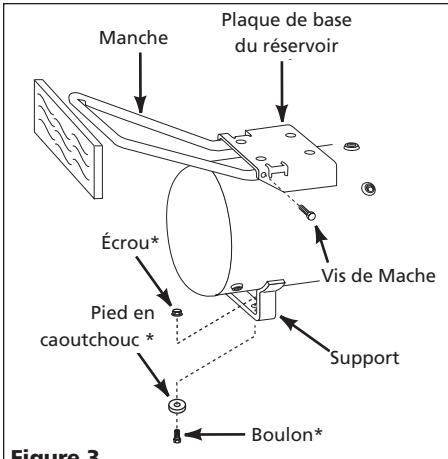

Figure 3
- Introduire le manche dans les deux bords de la plaque de base du réservoir. Serrer le manche afin qu'il s'ajuste dans les ouvertures spéciales dans la plaque de base (Voir Figure 3).